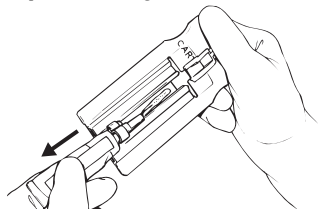

**AFBEELDING 10**
- 5b. Sluit de plastic tip aan op de geltube door deze omlaag te drukken over de top van de geltube (zie afbeelding 10).